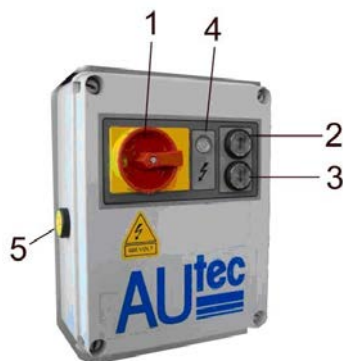
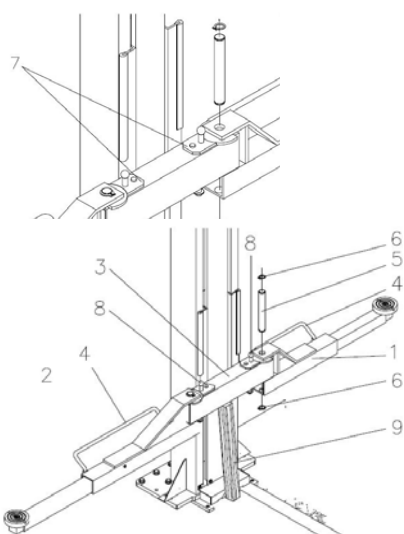

Fig. 19
Fig. 20
- Zet de hoofdschakelaar (1 Fig. 19) op "1". Bedien nu de stijgknop (2 Fig. 19) en laat de P1 heftafel (3 Fig. 20) tot ongeveer 50cm hoogte lopen.
- Monteer de armen aan de P1 heftafel met de pen (5 Fig. 20) en borg deze met de borgring (6 Fig. 20).
- Bedien de daalknop (3 Fig.19) totdat beide heftafels in de laagste positie zijn.